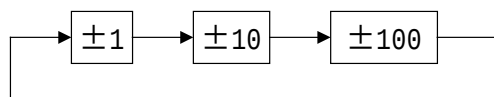

图 3-12 限界调整
①按 **[LIMIT]** 键进入设定限界状态，此时按 **[←]** 键（减 1）或 **[→]** 键（加 1）可使限界值在 0~1999 之间调整，第二次按 **[LIMIT]** 键后调整量乘 10 倍，第三次按 **[LIMIT]** 键后调整量乘 100 倍，其循环改变调整量如图 3-12；